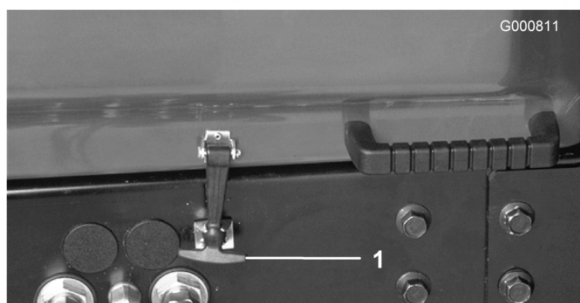

図 16
1. 平らな場所に駐車する。ラッチ（図16）を外し、フードを持ち上げる。